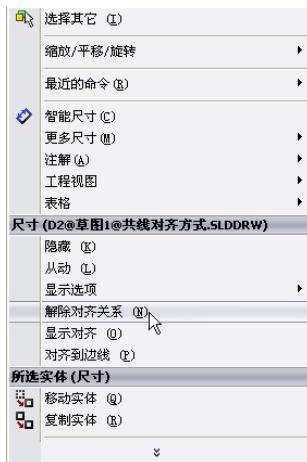

图 8-87 系统快捷菜单
4. 解除对齐关系的方法是，右键单击需要解除对齐关系的尺寸，在系统弹出的快捷菜单中选择“解除对齐关系”选项，如图 8-87 所示。解除对齐关系后的尺寸，可以单独移动。